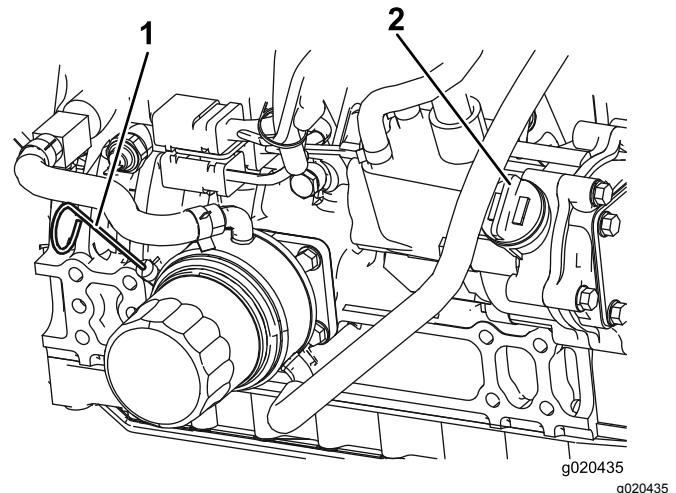

Bild 73
3. Entfernen Sie den Peilstab, wischen ihn ab und führen ihn wieder in das Rohr ein; ziehen Sie ihn dann wieder heraus. Der Ölstand sollte an der Voll-Markierung sein (Bild 73).
4. Wenn der Ölstand unter der Voll-Markierung liegt, nehmen Sie den Fülldeckel ab (Bild 73) und gießen Sie genug Öl ein, um den Ölstand bis zur Voll-Markierung anzuheben. **Füllen Sie nicht zu viel ein.**